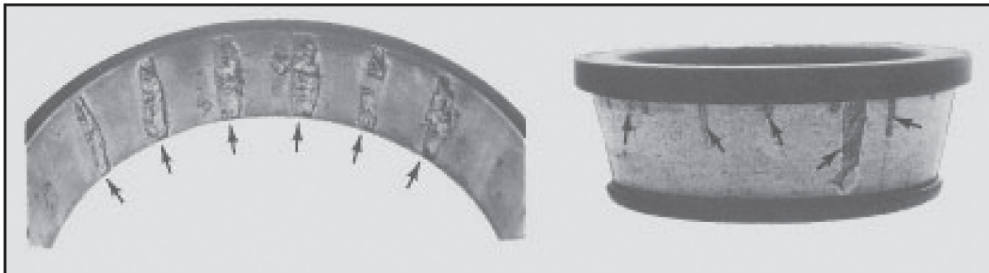

Figura 59
7. Astillado o descamación en la superficie de la cubierta (pista) y/o cono. Figura 59.